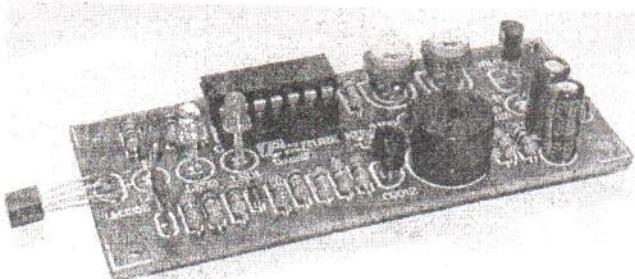
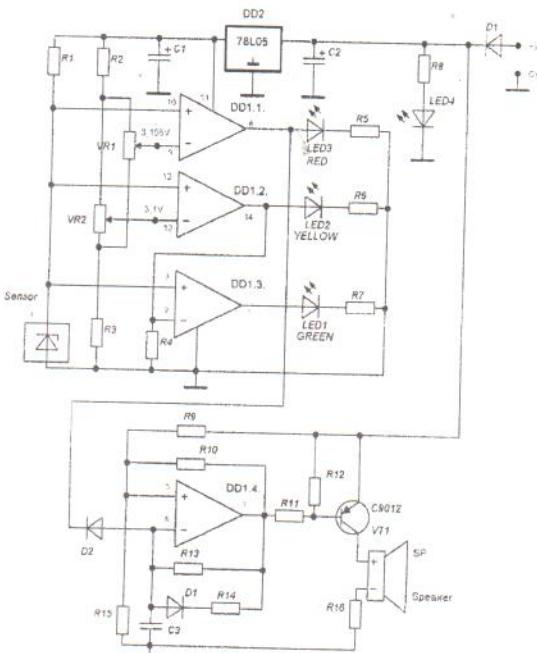

Рис.1 Общий вид устройства
Рис.2 Схема электрическая принципиальная
Конечно, данное устройство не может заменить привычный медицинский термометр, однако с его помощью можно быстро оценить состояние пациента и принять решение о дальнейшей диагностике и лечении. Общий вид термометра в собранном виде показан на рис.1, схема электрическая принципиальная – рис.2.
- Термодатчик можно смонтировать и непосредственно на печатную плату (как показано на рис.1), так и вывести его за пределы платы двумя проводниками длиной не более 30 см. Соблюдайте полярность при монтаже термодатчика!